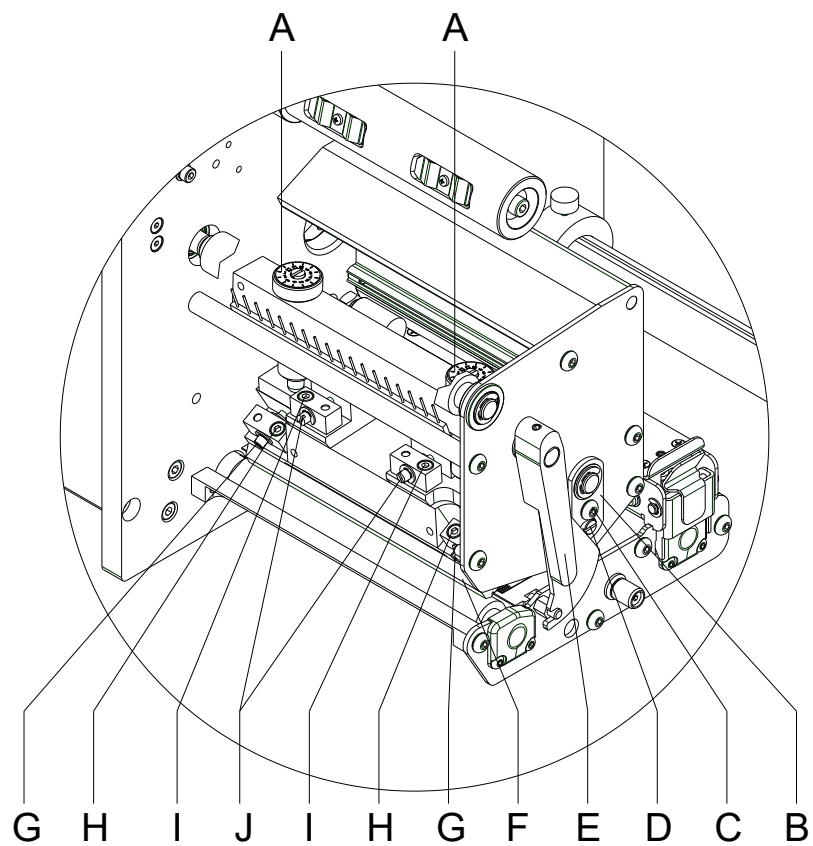

Figura 34
1. Ruotare i bulloni reggispinta (A, Figura 34) per modificare la pressione della testina di stampa.30
2. Ruotando i bulloni reggispinta (A, Figura 34) in senso orario fino al fermo si crea un aumento della pressione di 10 N rispetto all'impostazione di fabbrica.
3. Ruotando i bulloni reggispinta (A, Figura 34) in senso antiorario di un giro esatto dal fermo destro si ritorna all'impostazione di fabbrica.